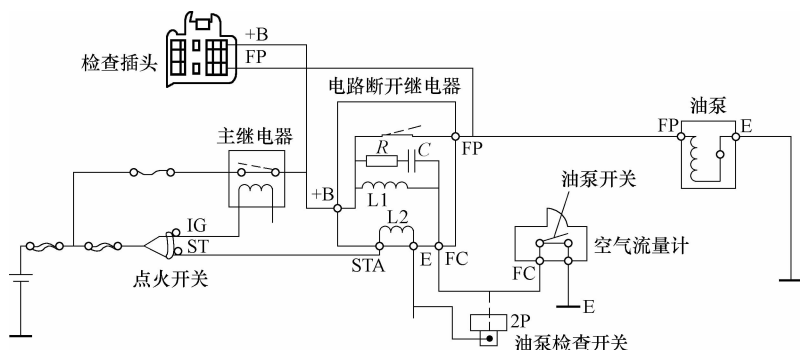

图 2-63 油泵开关控制的燃油泵控制电路
(1) 油泵开关控制的燃油泵控制电路的检测 图 2-63 所示为日本丰田雷克萨斯 ES300 轿车燃油泵控制电路。检测方法如下: